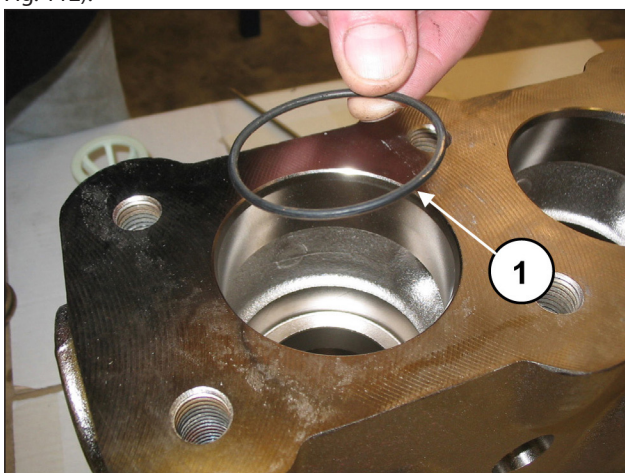

Fig. 112
Introducir la junta tórica, pos. dibujo desglosado 6 (pos. ①, Fig. 112).